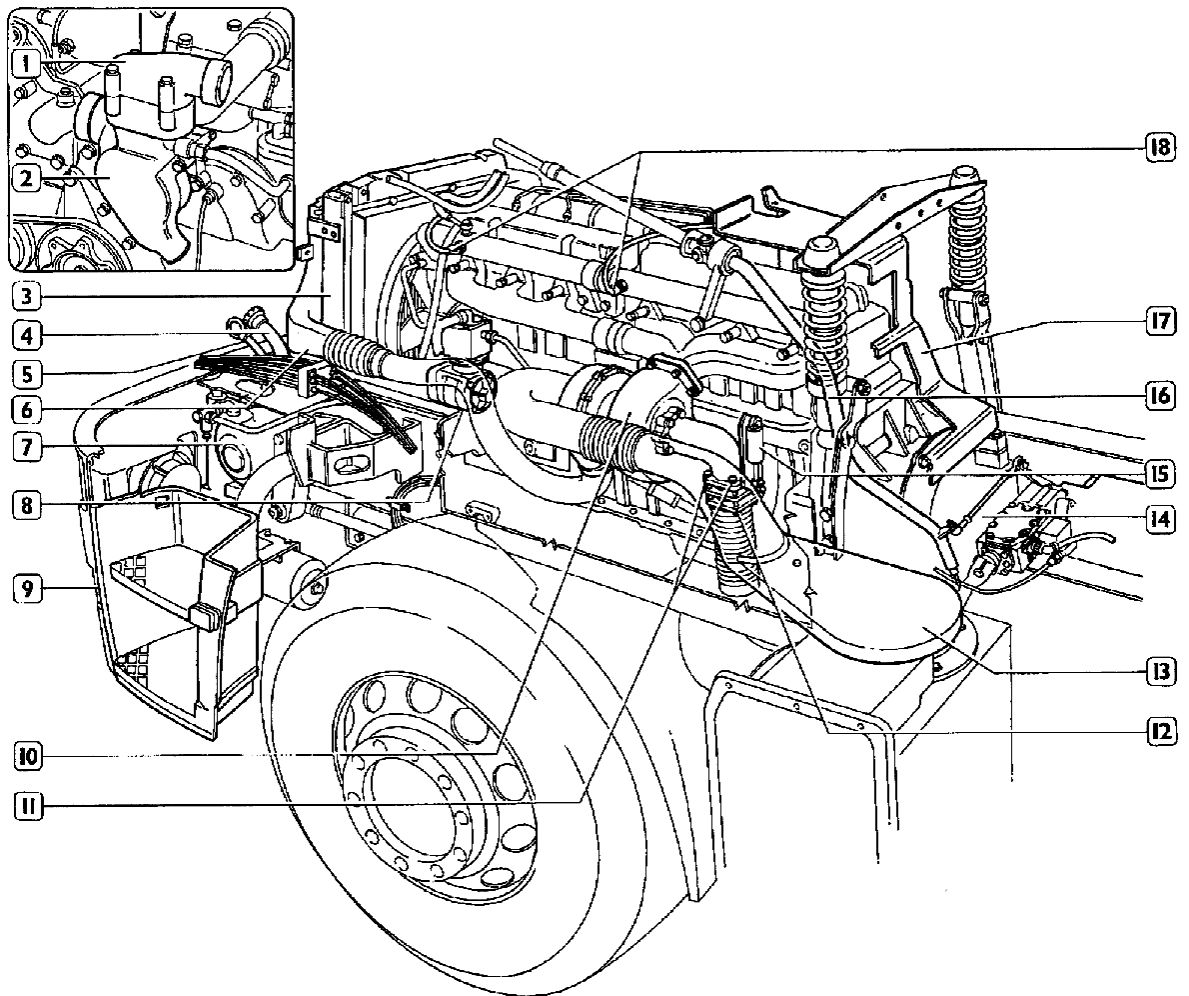

Figura 3
16. Remover los tornillos de fijación inferiores de los amortiguadores (2) y retirar la travesa (1), donde está sujeta la cabina.
17. Remover el encausador (11) del radiador (10).
18. Remover los tubos de aire del intercooler (12) y del colector de admisión.
19. Desconectar los tubos de combustibles y el cable de comando del acelerador, de bomba inyectora (4).
- De los sensores (3).
- Del motor de arranque (5).
- Del alternador (9).
21. Instalar la herramienta 99360595 en los ganchos de alzada del motor. Remover los tornillos de fijación de las patas de motor a los soportes delanteros (15) y traseros (6) del chasis. Con auxilio de una linga remover el motor del vehículo.
- Del dispositivo térmico de arranque (8).
- Del sensor de temperatura de agua (18, figura 3) y de presión de aceite.
- Del botón (7) de arranque manual del motor.
- Del cilindro de parada del motor de bomba inyectora (4).
- Del depósito (13) del fluido de la dirección hidráulica.